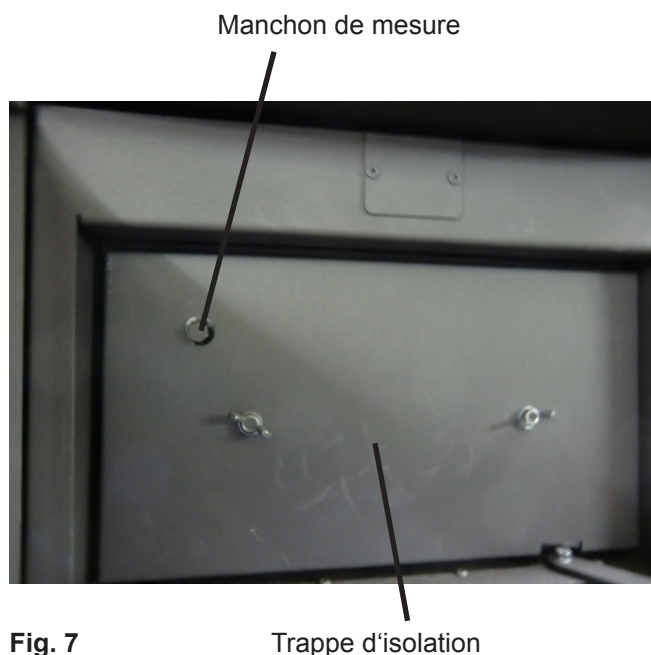

Fig. 7
- Dévisser la trappe d'isolation au-dessus de l'ouverture du foyer (2 écrous papillons, fig. 7).